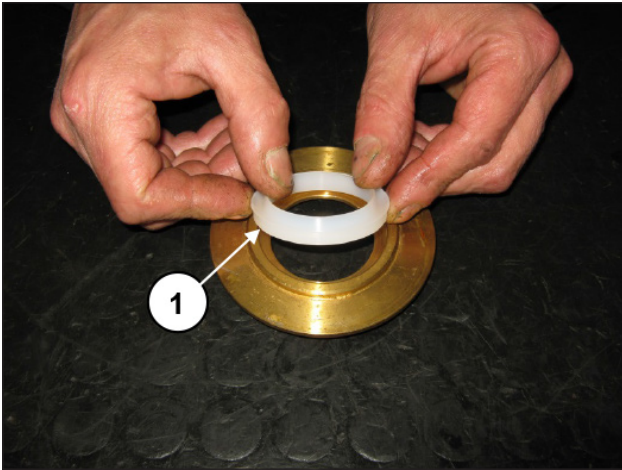

Abb. 121
Eichen Sie die Schrauben mit einem Drehmomentschlüssel gemäß Abschn. 3 "EICHWERTE FÜR DEN SCHRAUBENANZUG". Setzen Sie den Abstreifring in die Aufnahme am Halter ein (Pos. ①, Abb. 121) und helfen Sie sich ggf. mit einem Dorn, ohne dabei die Dichtlippe zu beschädigen.